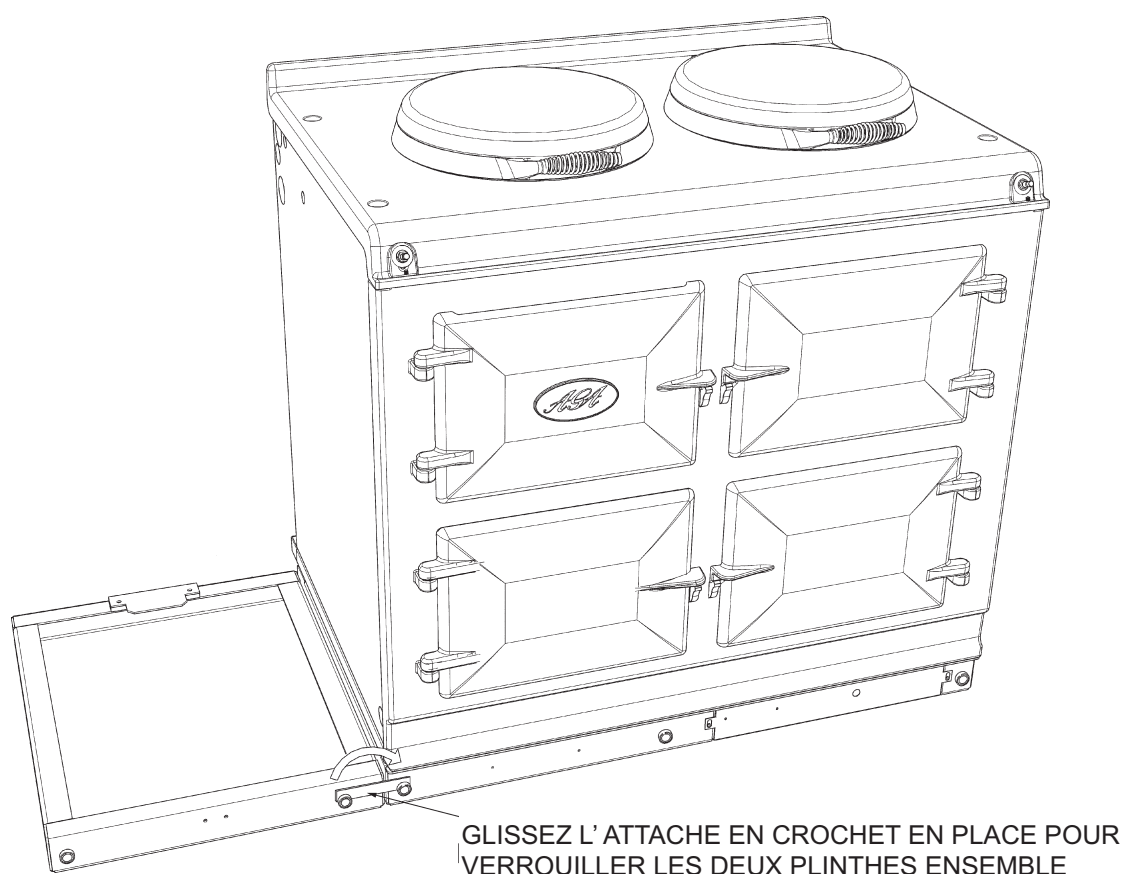

Fig. 19
- 5 Le crochet de jointoiement frontal peut maintenant être accroché au-dessus des deux aimants. Les deux socles seront ainsi rassemblés. (voir fig. 19)